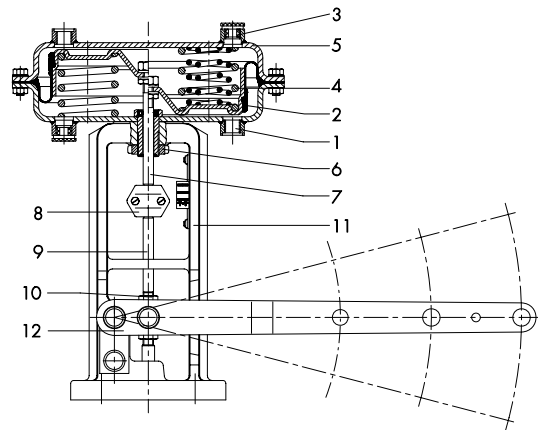

Fig. 3 · Dibujo en sección del accionamiento Tipo 3204-1 (mitad derecha con resortes adicionales)
Principio de funcionamiento (fig. 3)
El sentido de movimiento del vástago del accionamiento (7) depende de la posición de montaje de los resortes y de la conexión de la presión de mando (fig. 3):